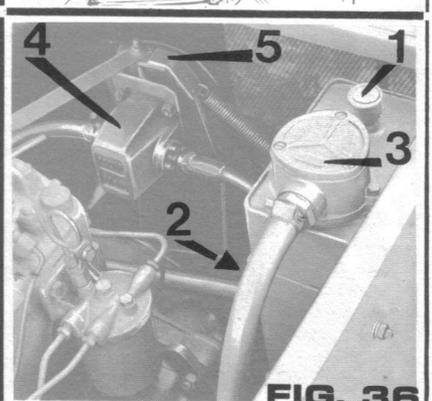

FIG. 36
- vérifier la tension de la courroie de commande de pompe en déplaçant le corps de pompe (4) par rapport à son support (5) (fig.36)
- démonter et contrôler l'état de propreté du filtre supérieur (3 Fig.36) du réservoir de l'installation hydraulique.